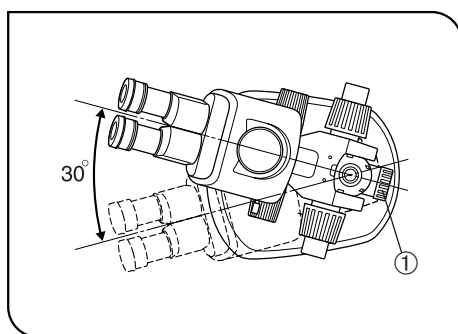

Fig. 1
2. För att undvika att mikroskopet faller omkull måste dess vänster-höger vridvinkel begränsas till 30° så som visas i fig. 1. Bordsytans lutningsvinkel måste begränsas till 5°.
4. För att justera mikroskopets höjd skall man hålla mikroskopkroppen med en hand och därefter lossa fokuseringsenhetens låsskruv ① (fig. 1).